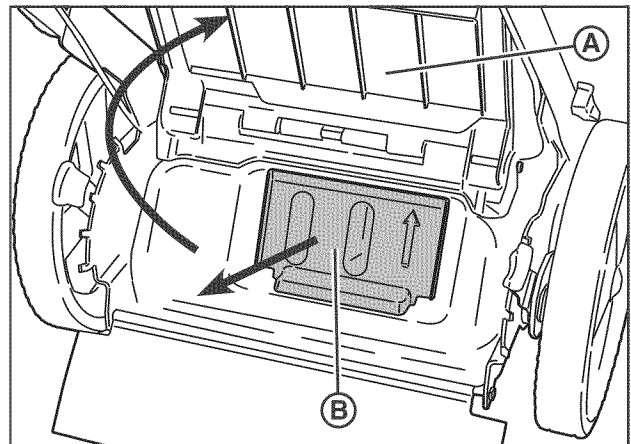

Figura 8: Desmontaje del elemento de triturado
1. Para montar la bolsa de césped en el cortacésped, levante la puerta trasera (A, Figura 8). Desmonte el elemento de triturado (B).